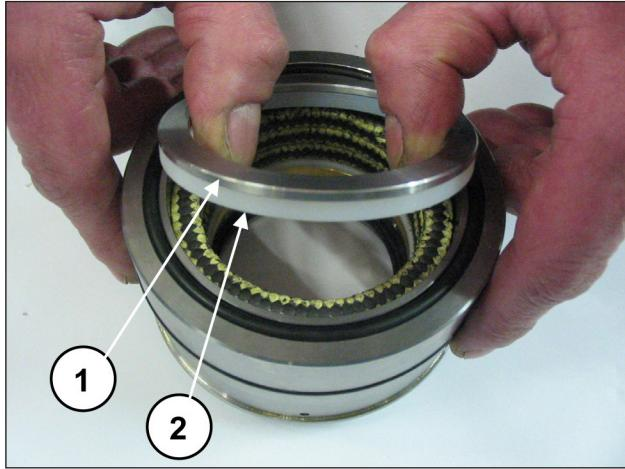
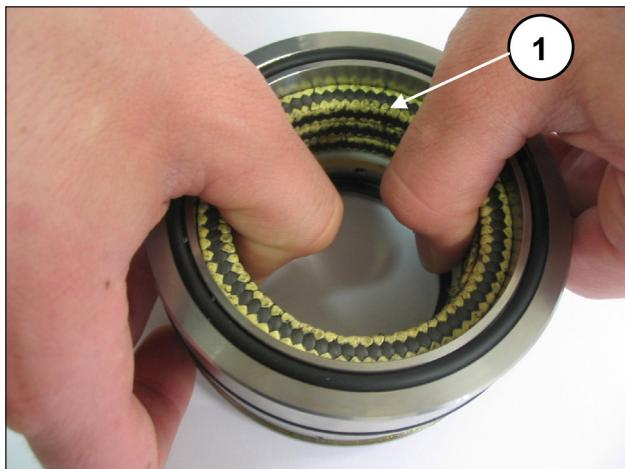

Fig. 193
Fig. 194
Séparer le support des joints de la chemise, déposer l'anneau pour ressort et le segment racleur (rep. ①②, Fig. 193) pour accéder aux garnitures mécanique d'étanchéité (rep. ①, Fig. 194).